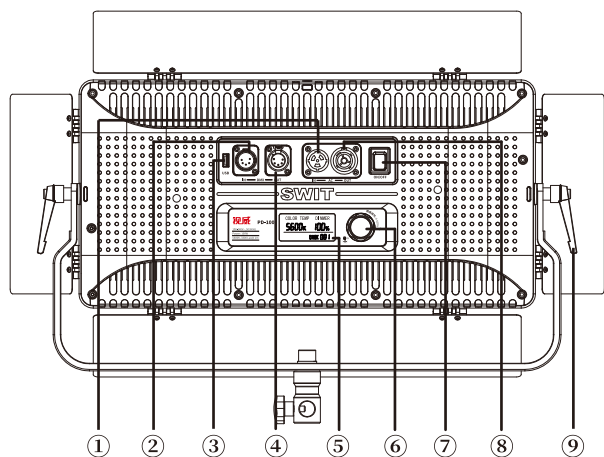

图4 PD-100后视图
长按参数调节旋钮(图4 ⑥)约2s即可进入通信地址的设置界面, 通信地址设置范围:001-512。
LCD数码管字段闪烁表示当前位被选定, 旋转亮度参数调节旋钮(图4 ⑥)设置当前位, 按压亮度参数调节旋钮(图4 ⑥)确定当前位的设置并进入下一位的设置, 当完成最后一位的设置时, 按压亮度参数调节旋钮(图4 ⑥)或等待约5s, 退出通信地址的设置。